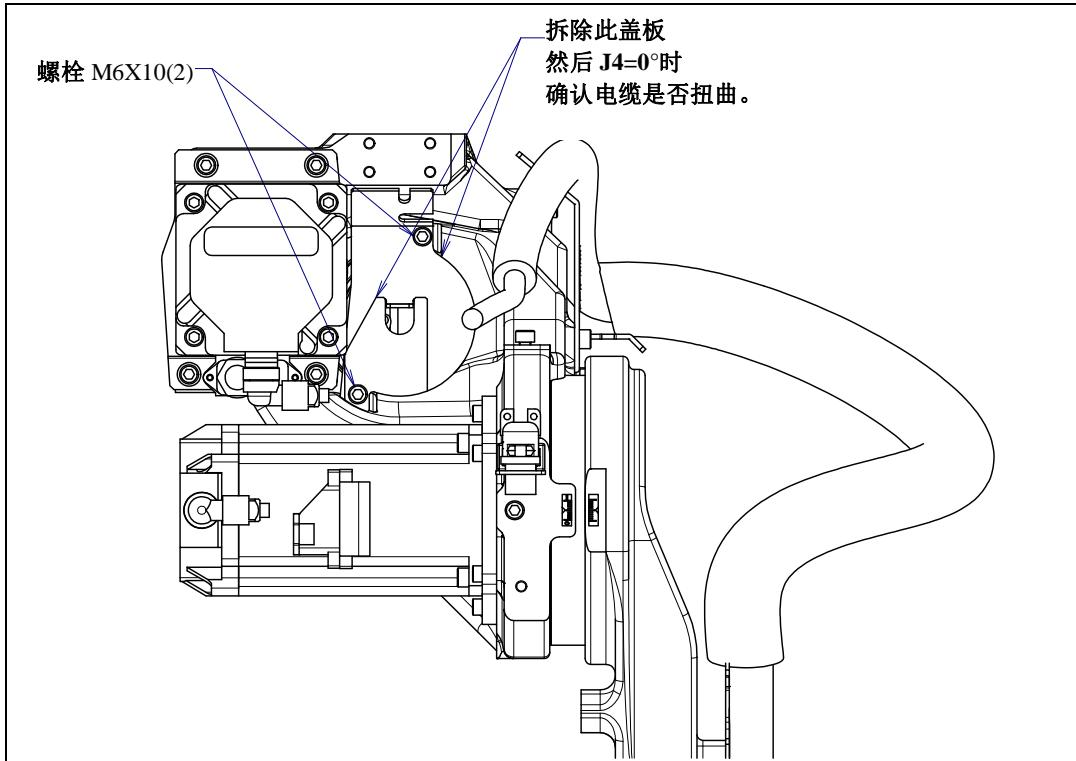

图 8.1 电缆的状态的确认 (J4 轴)
- 3 J4 轴，从正确的零点标定位置使轴旋转一周进行对合时，机构部内电缆会发生损伤。零点标定时大幅度移动轴而弄不清正确的旋转位置时，请拆下配线板或者盖板，确认内部电缆的状态，之后再进行正确的位置进行零点标定。有关确认步骤，请参照图 8.1。